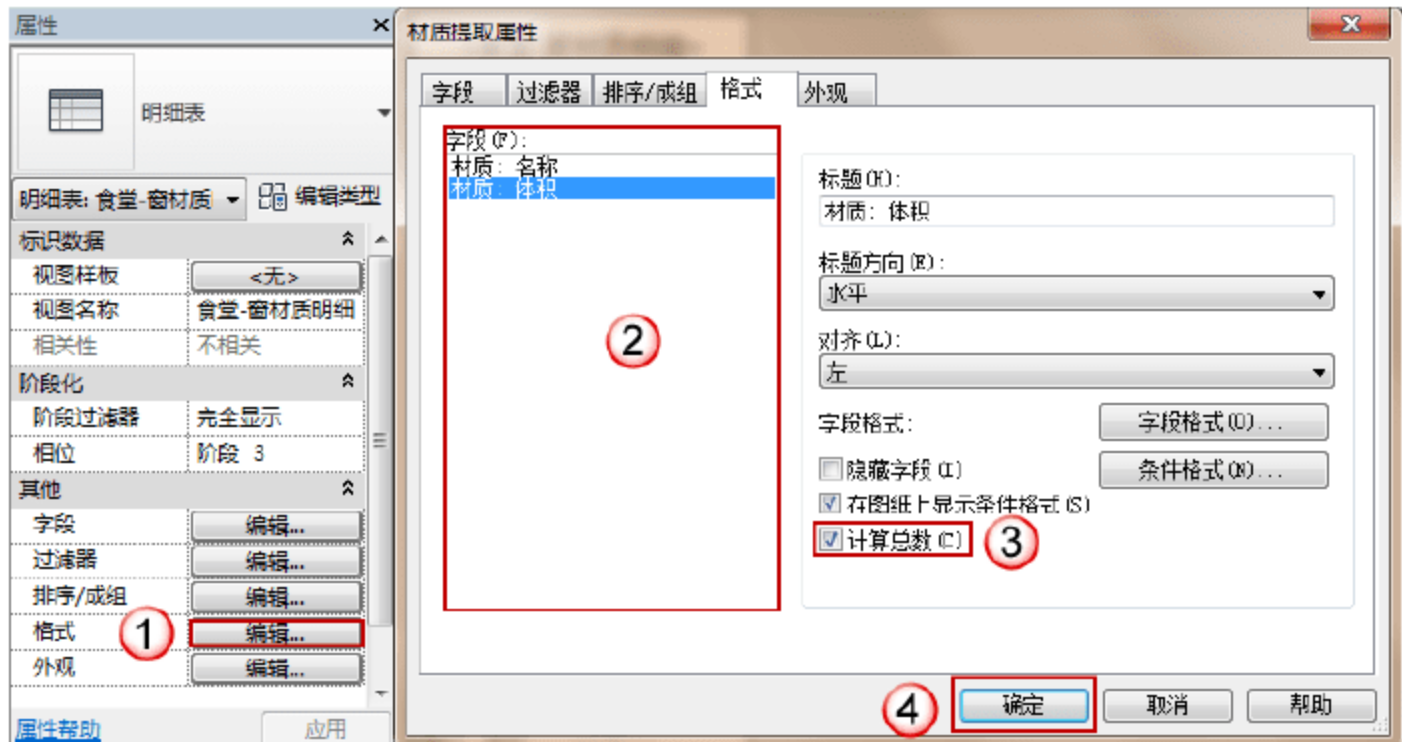

图 13.3.21 设置明细表字段
(3) 设置明细表格式。打开明细表视图“属性”对话框，单击“格式”参数后的“编辑”按钮，打开“材质提取属性”对话框并自动切换至“格式”选项卡，在“字段”列表框中选择“材质：体积”字段，选中“计算总数”复选框，单击“确定”按钮，返回明细表视图，如图 13.3.21 所示。